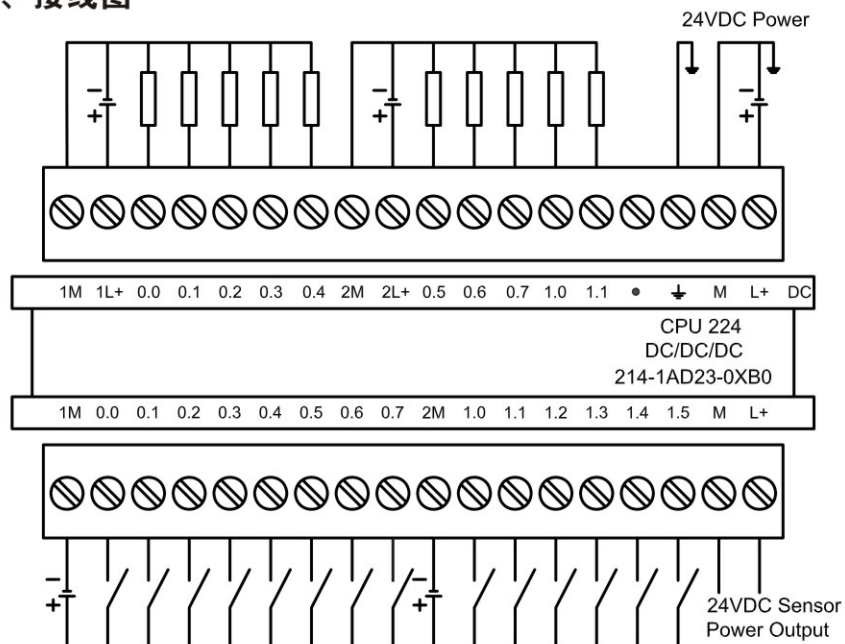

图2: CPU224 DC/DC/DC接线图
1、CPU224 DC/DC/DC接线如图2所示。该CPU为24V直流电源供电，接线时请关闭电源。